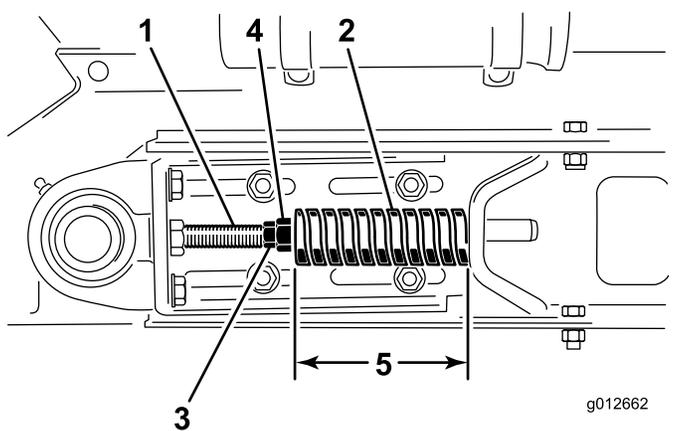

Рисунок 19
3. Ослабьте заднюю контргайку (Рисунок 19).